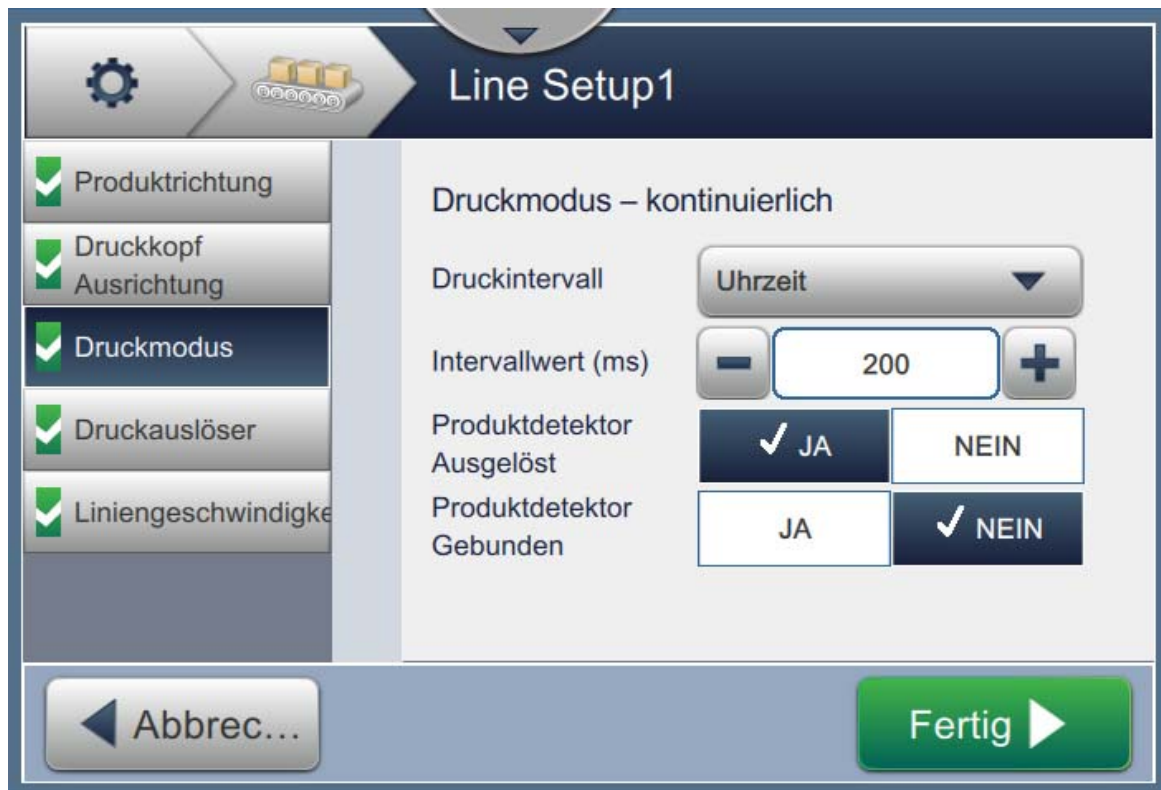

Abbildung 6-31: Druckmodus – kontinuierlich
2. Ändern Sie die Parameter im Bildschirm „Einstellungen“. Berühren Sie die Schaltfläche, um den Modus festzulegen, wie dargestellt in Abbildung 6-31.